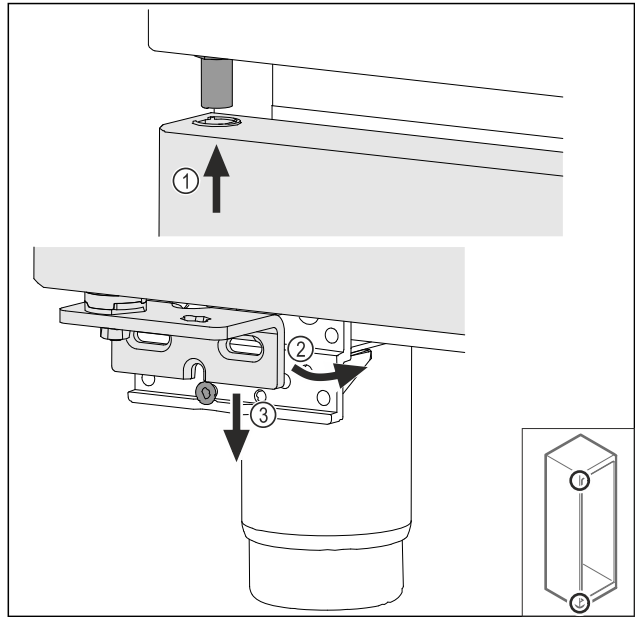

Fig. 47
- Liitä ovi ylhäällä hieman kallistettuna Fig. 47 (1), suuntaa ovi suoraan Fig. 47 (2) ja aseta alhaalla laakerijalustan ruuvin Fig. 47 (3) päälle.